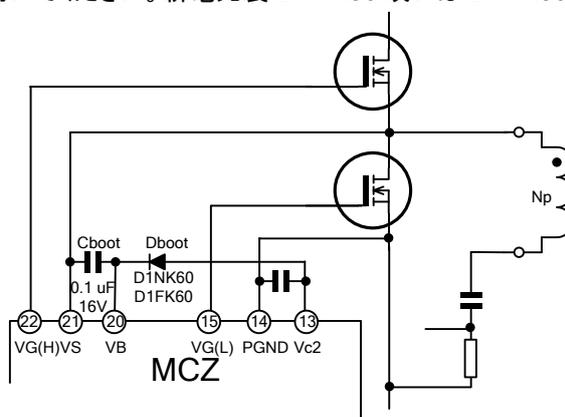

図 20. Boot Strap ハイサイド Vcc 生成回路
ハイサイド MOSFET 駆動用フローティング電源 (VB) は、図 20 に示すように Vc2 端子 10V レギュレータ出力コンデンサを電圧源として高圧側へ向かうダイオード Dboot とフローティング平滑コンデンサ Cboot によるブートストラップ回路により生成されます。外付け Dboot による Boot Strap 回路採用によりローサイドとハイサイド Vcc の電位差が最小限に保たれ、過渡的にも安定した駆動用電源が供給できます。Cboot には MLCC を用い、その値は 0.1uF-1uF を推奨します。また Dboot には高速かつソフトリカバリー特性を持った 600V 耐圧以上のものを用いてください。新電元製 D1NK60 或いは D1FK60(面実装)を推奨いたします。